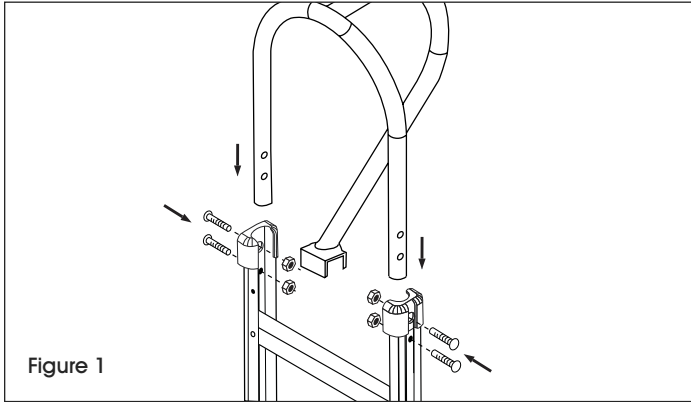

Figure 1
1. Dévissez et enlevez les boulons et les écrous freinés de 6 mm situés sur les glissières supérieures du cadre. Faites glisser la poignée dans le cadre. Alignez les trous de la poignée sur ceux du cadre. Enfilez les boulons à travers le cadre et la poignée et fixez-les avec les écrous freinés. (Voir Figure 1)